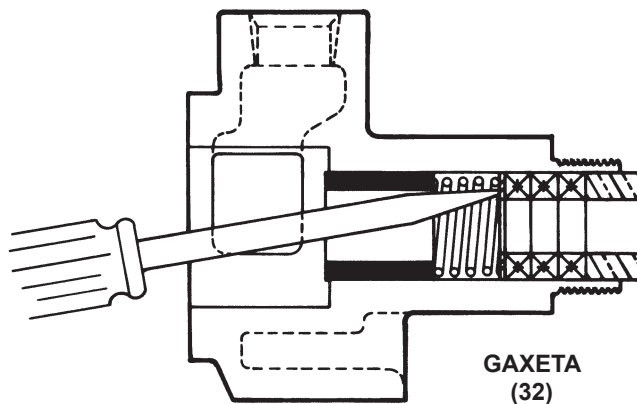

FIGURA 3
5. Agora a bomba está pronta para a retirada do selo mecânico ou gaxeta. **Veja a Figura 3 ou 4** por exemplo. Recomenda-se usar um novo selo mecânico ou jogo de gaxetas toda vez que a bomba for completamente desmontada.